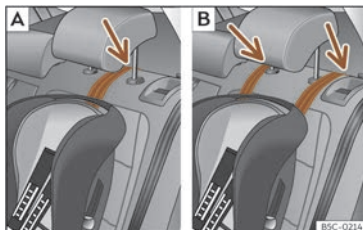
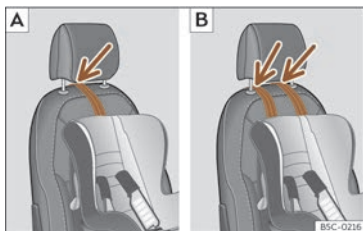

Fig. 45 Banquette arrière : réglage et montage en fonction de la ceinture Top Tether.
Fig. 46 Siège du passager avant : réglage et montage en fonction de la ceinture Top Tether.
- Placez la sangle sous l'appui-tête (en fonction des instructions du siège, relevez ou retirez l'appui-tête si nécessaire) >>> **fig. 45**, >>> **fig. 46**.